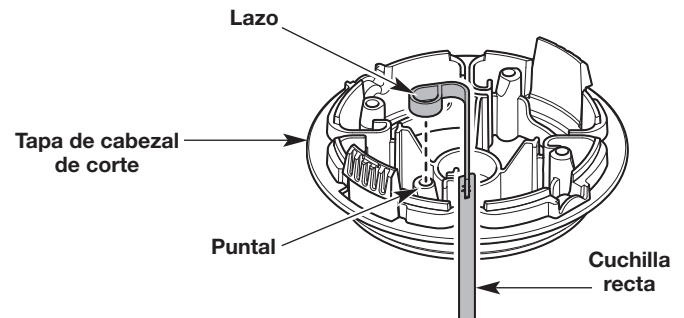

Fig. 31
5. Sostenga una de las cuchillas rectas de manera que el lazo mire hacia la izquierda. Alinee el lazo con uno de los puntales en la tapa del cabezal de corte (Fig. 31). Empuje el lazo en el puntal firmemente.